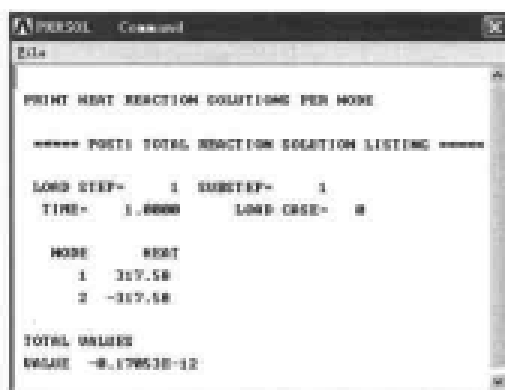

图 11-10 节点辐射换热量列表显示
(1) 选择 Main Menu | General Postproc | Read Results | Last Set 命令。
(2) 选择 Main Menu | General Postproc | List Results | Reaction Solu 命令, 出现 List Reaction Solution 对话框, 在 Lab Item to be listed 列表框中选择 Heat flow HEAT 选项, 如图 11-9 所示, 单击 OK 按钮, ANSYS 显示窗口将列表显示节点辐射换热量, 如图 11-10 所示。